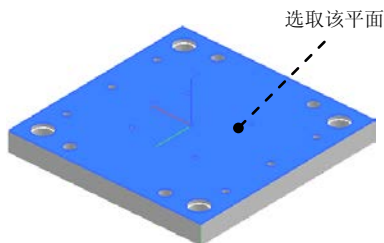

图 6.7.21 指定部件表面
(1) 单击“沉头孔加工”对话框中的“指定部件表面”按钮 , 系统弹出“部件表面”对话框。
(2) 在“部件表面”对话框中单击“面”按钮 , 选取图 6.7.21 所示的平面为部件表面。
(3) 单击“部件表面”对话框中的 **确定** 按钮, 返回“沉头孔加工”对话框。